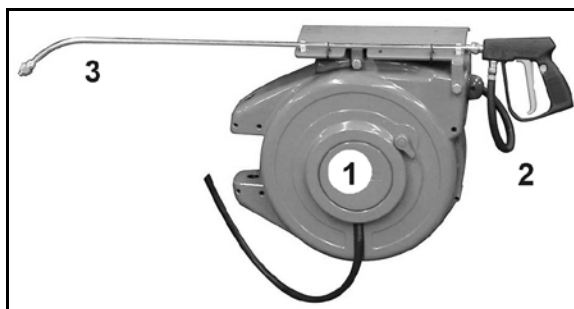

Bild 58
- Fäst låssprintarna med säkerhetsbandet (Bild 58; Bild 59/3) på maskinen (Bild 58/5; Bild 59/5).
5. **Styrbara** rullar **fram** (Bild 58/1) / **Fasta** rullar **bak** (Bild 59/1)
- o monteras och fixeras med låssprint (Bild 58; Bild 59/2) eller
När transportrullarna inte används ska låssprintarna sättas i parkeringsläget (Bild 58/4; Bild 59/4).